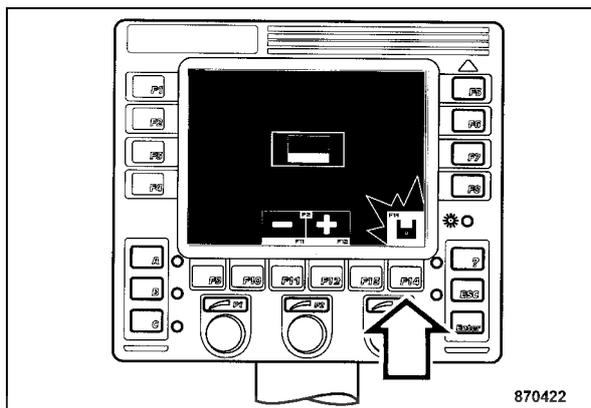

fig. 83
- Appuyer sur la touche "F14" pour sauvegarder la langue choisie (fig. 83). Le symbole "Mémoire" s'allume momentanément en vert sur le diplay.